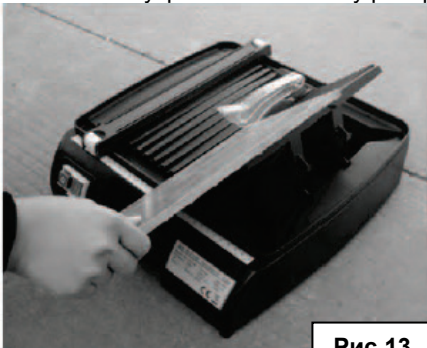

Рис.13
### Резка под углом 22,5° и 45° (Рис.13,14).
3. Чтобы установить угол 22,5° поставьте соответствующие стопоры опорной планки на внутреннюю пластину резервуара для воды (Рис.13).